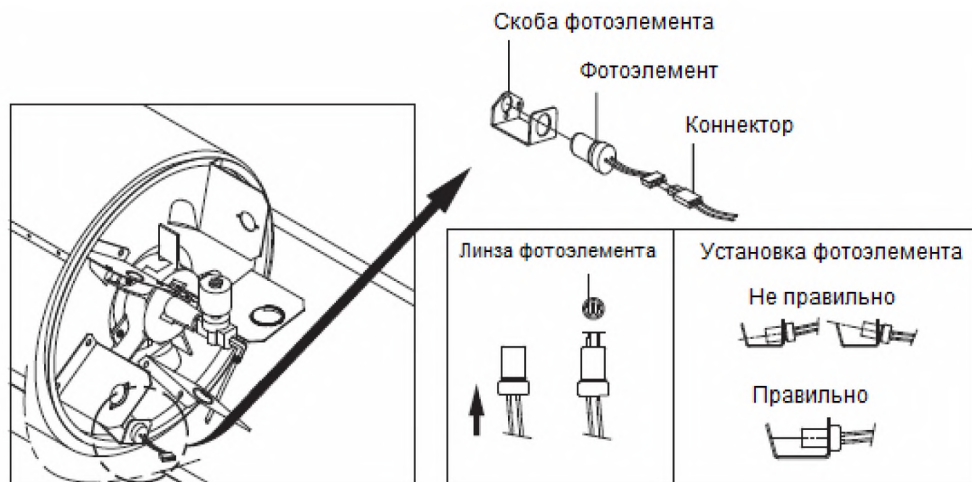

Рис. 15
Фотоэлемент следует чистить не реже одного раза за отопительный сезон. Линзу фотоэлемента следует протирать ватным тампоном, смоченным водой или спиртом. Обратите внимание на правильное положение фотоэлемента на рис. 15.
Чистка фотоэлемента (рис. 15):
4. Установите фотоэлемент в скобу в правильном положении, как показано на рис. 15, и соберите пушку в обратной последовательности.